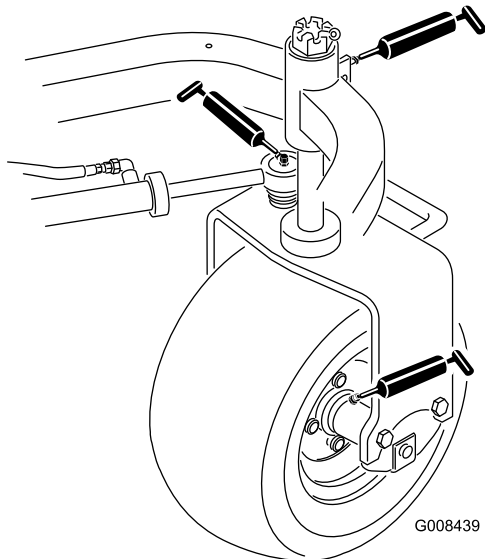

Figura 29
- Cubo de la rueda trasera (1) (Figura 29)
- Cojinete de la rueda giratoria (1) (Figura 29)
- Cilindro de dirección (2) (Figura 29)